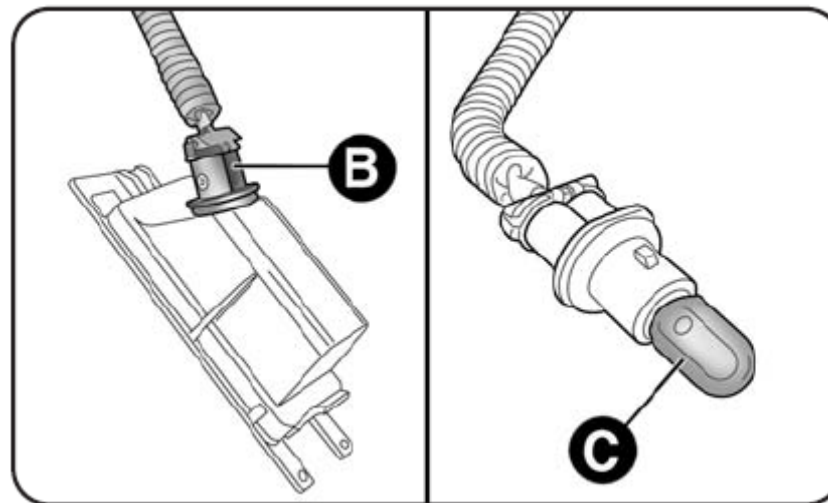

Рис. 30
- Поверните по часовой стрелке патрон В – рис. 30, извлеките лампу. С и замените ее